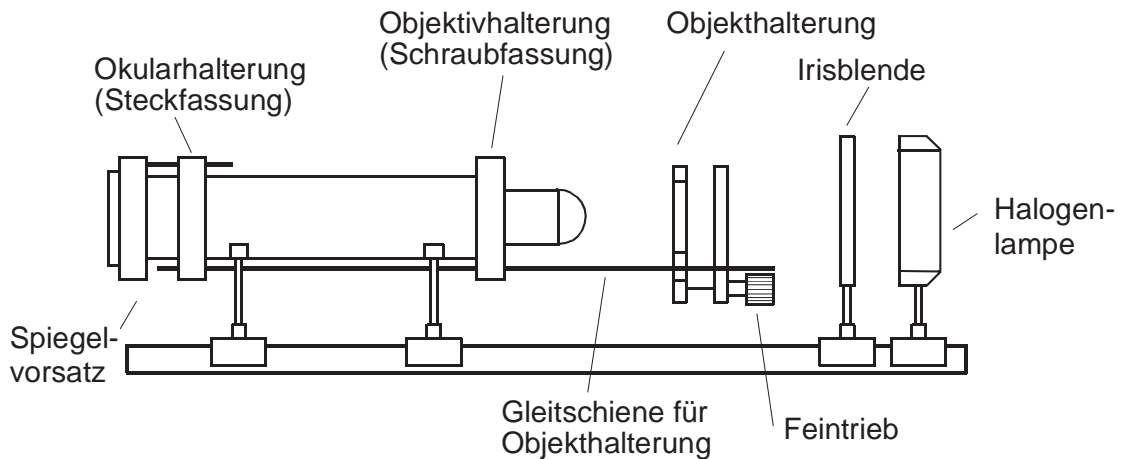

Abb. 1: Schematischer Versuchsaufbau zu Aufgabe 1
1. Bauen Sie die Mikroskop-Anordnung entsprechend Abb. 1 auf. Benutzen Sie das Objektiv 4×1 und das $5\times$ Okular. (Diese Kombination liefert die geringste Vergrößerung und ist am einfachsten zu handhaben).